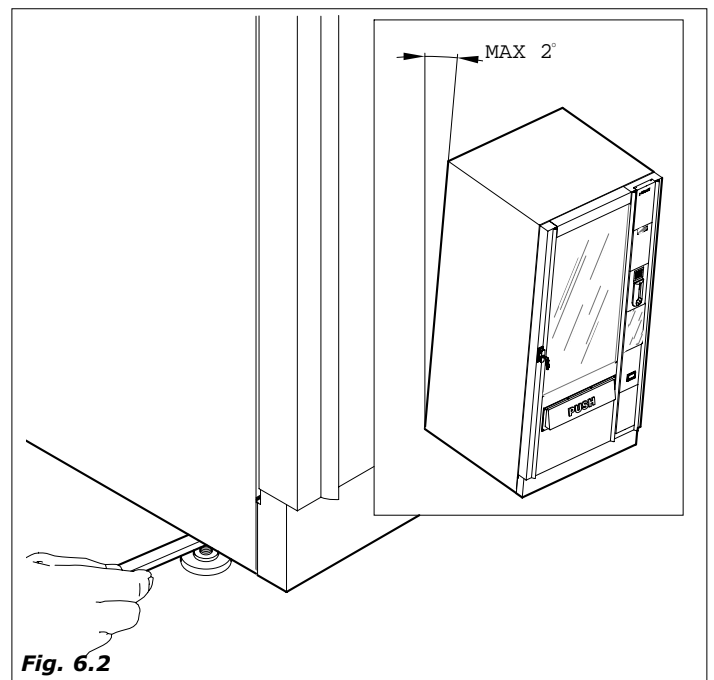

Fig. 6.2
- Colocar el distribuidor, cuidando su nivelación mediante los pies ajustables ya montados en el mueble (Fig.6.2). Asegurarse de que el distribuidor no tenga una inclinación superior a los 2°.